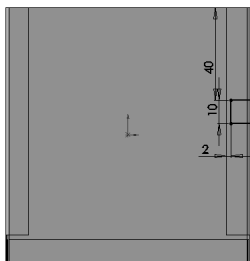

图 10-157 绘制草图
8) 绘制草图。在基准面上绘制图 10-157 所示的草图, 标注其智能尺寸。